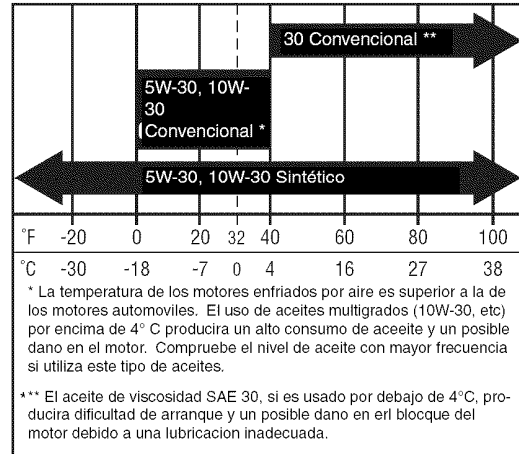

Figura 30. Aceite de Motor Recomendado
3. Remueva la varilla para medición del nivel (C) y límpiela con una toalla de papel.
4. Inserte la varilla para medición del nivel en el motor. Atornille el tapón en el tubo (D).
5. Remueva la varilla para medición del nivel y lea el nivel de aceite. El nivel de aceite deberá estar entre las marcas "FULL" y "ADD" (D). De lo contrario, añada aceite de acuerdo con las recomendaciones de la tabla del aceite (Figura 30).